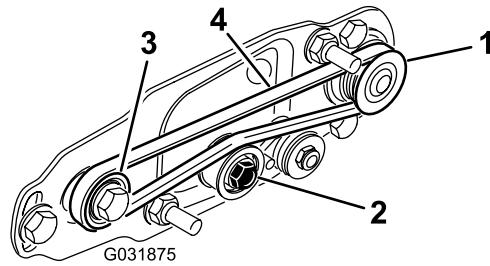

图 26
- A. 先缠绕驱动皮带轮周围的皮带然后再缠绕急轮皮带轮顶部上方的皮带 图 26。
- B. 启动从动皮带轮上的皮带 图 26。